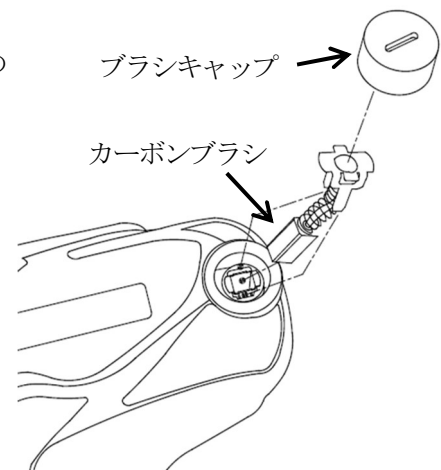

図 H-2
- 2) 点検および交換はモータ部後端の左右のブラシキャップをマイナスドライバーで取り外して行います。(図 H-2)